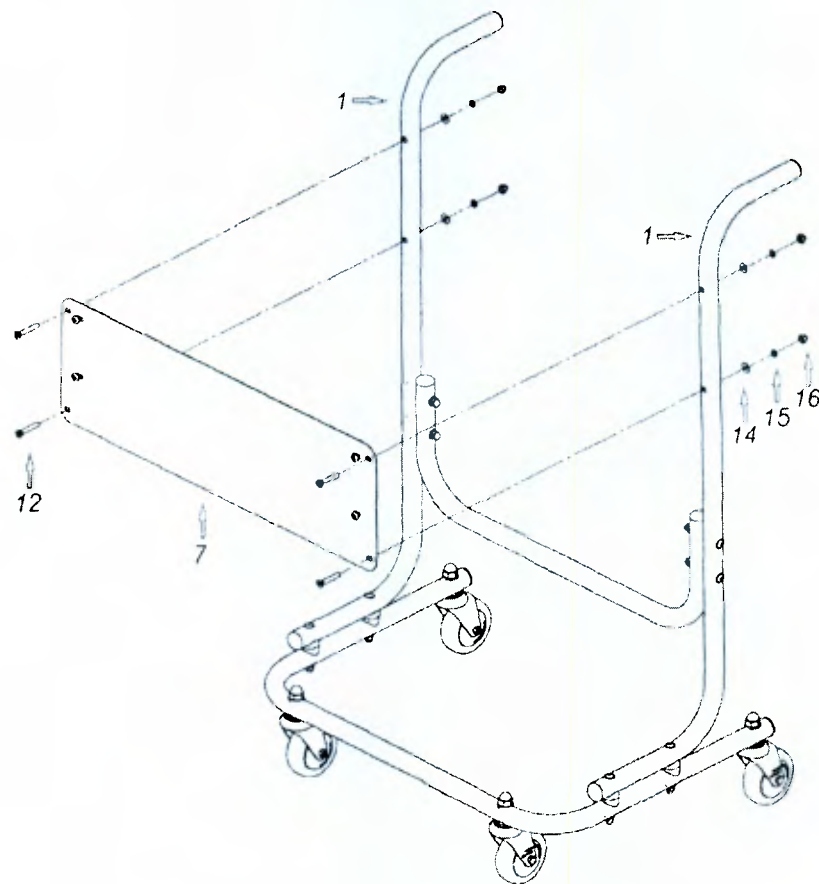

Рисунок 14.
Закрепите пластину (7) на стойках (1) с помощью винтов с квадратным подголовником М6х30 (12), шайб А6 (14), шайб 6 гровер (15) и гайк М6 (16) (рис. 14).